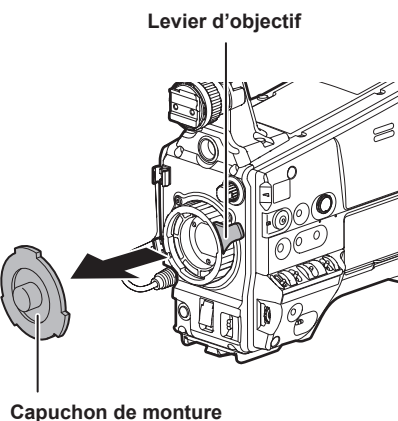

Fig. 1
- 1** Levez le levier d'objectif et retirez le capuchon de montage. (Fig. 1)